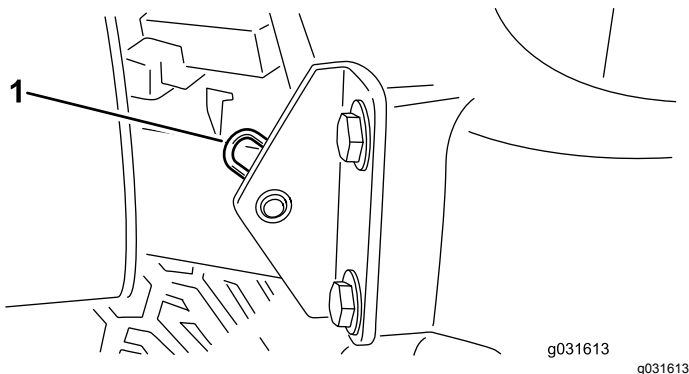

Figure 32
2. Retirez la goupille fendue qui fixe le pivot de capot aux supports (Figure 32).